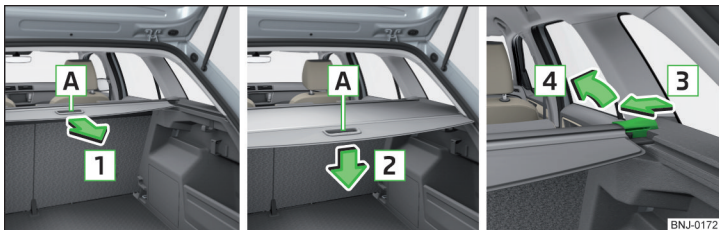

Fig. 110 Masca rulabilă: tragera/rularea/detașarea
➤ Prindeți masca de mâner [A] și trageți-o în sensul săgeții [1] până la limită, până când se fixează cu un declic » fig. 110.
➤ Apăsăți capacul în zona mânerului [A] în sensul săgeții [2] » fig. 110. Capacul se rulează automat. Maska portbagajului rulantă în acest mod poate fi scoasă.
➤ Apăsăți pe partea barei transversale în sensul săgeții [3] și extrageți capacul în sensul săgeții [4] » fig. 110.
- Pentru montare, scoateți masca rulantă a portbagajului » fig. 110 la pagina 87 sau rabatați spre înainte spătarul banchetei » pagina 71.